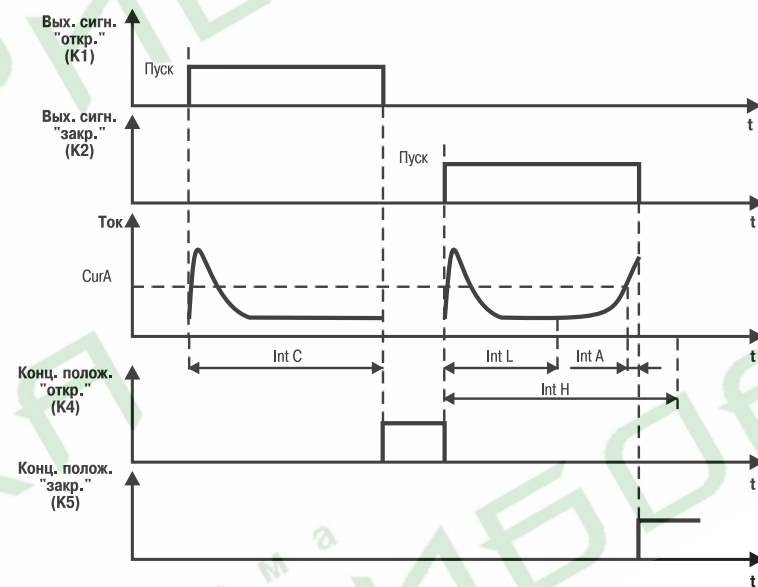

Рис. 6
3.2.11.1.2. При $PrES = 1$ закрытое положение определяется так же, как и при $PrES = 0$, а открытое – по истечении времени, заданного в программируемом параметре \bar{cntC} (рис. 6).